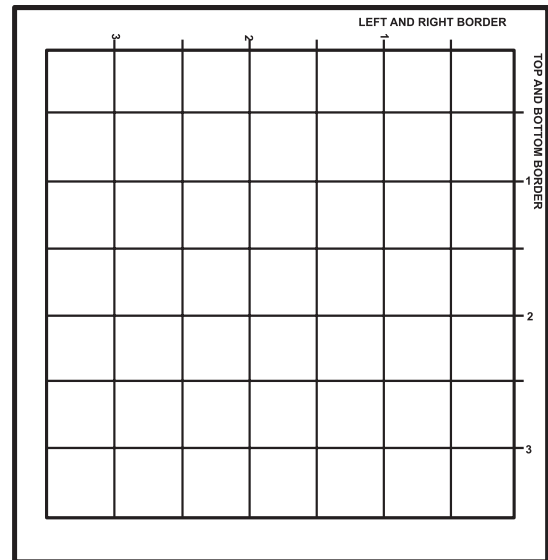

Fig. 2
2. Guide-bordure (Fig. 2) – grille de mesure blanche avec espacements des lignes de 1/16 po et butée d'alignement de coin au verso.
- 2. Randschablone (Abb. 2) - Ein weißes Raster mit parallelen Linien im Abstand von 1/16" (Zoll) sowie ein Anschlagpunkt für die Eckeinstellung auf der Unterseite.
- 2. Guida per bordi (Fig. 2): griglia di misurazione bianca con linee distanziate in multipli di 1/16" e un fermo angolare di allineamento sul lato inferiore.
- 2. Guía de bordes (Fig. 2): grilla de medición en blanco con líneas espaciadas que aumenta de a 1/16" y un tope de alineación en la esquina sobre la parte inferior.